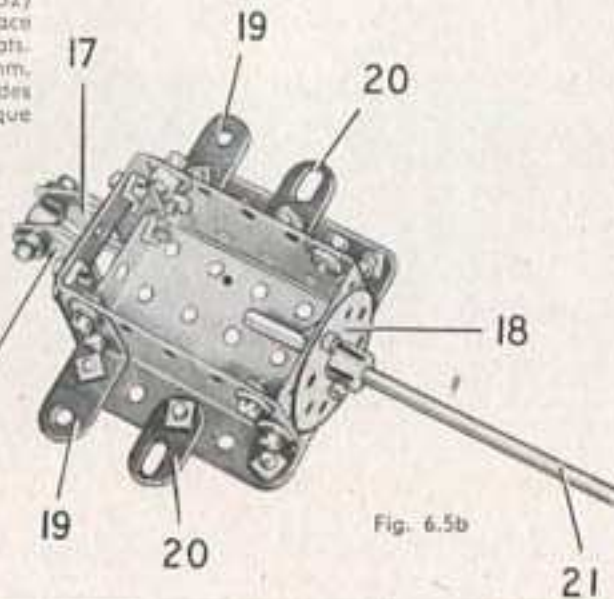

Fig. 6.5b
Le bélier est montré séparément dans la figure 6.5b. Sa partie avant est constituée par une plaque à rebords de 6x4 cm. équipée de deux embases triangulées coudées (17) et d'une roue barillet (18). Les côtés sont formés par des plaques flexibles de 6x4 cm. boulonnées à deux bandes coudées de 38x12 mm. Une équerre de 25x25 mm. (19) est fixée de chaque côté et une bande de trous est boulonnée sur cette équerre et sur une équerre ordinaire. Un support plat (20) est boulonné sur chacune des bandes de 3 trous. L'outil de frappe est une tringle (21). Les équerres (19) et les supports plats (20) coulissent de chaque côté entre deux bandes de 11 trous (22).